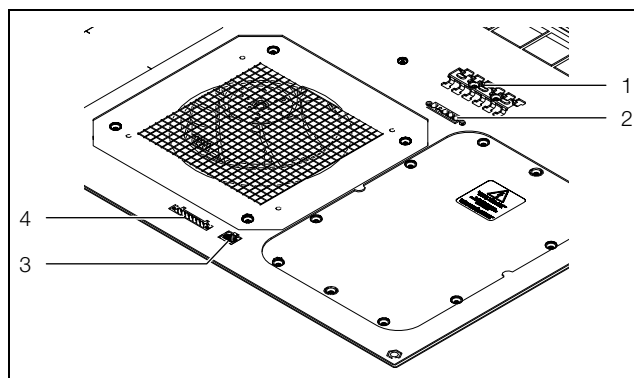

Bild 13: Anslutningar på undersidan av det takmonterade kylaggregatet
- Kabelskärmen kan kopplas till T-skenan (bild 13, pos. 1).